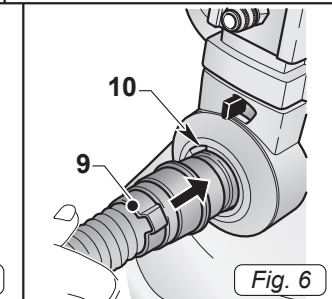

Fig. 6
- Introdurre, fino a finecorsa, il manicotto (9 Fig. 6) del tubo di aspirazione nella bocchetta (10 Fig. 6) presente sul fusto.